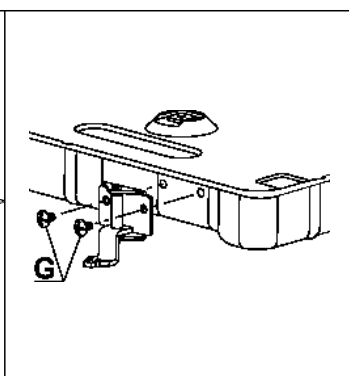

FIG. 6
- Retirez le film de protection du joint, enfitez les brides dans les logements sur la table et installez la table dans l'ouverture préparée sur le meuble puis bloquez-la à l'aide des vis "G" de fixation (voir fig. 6).